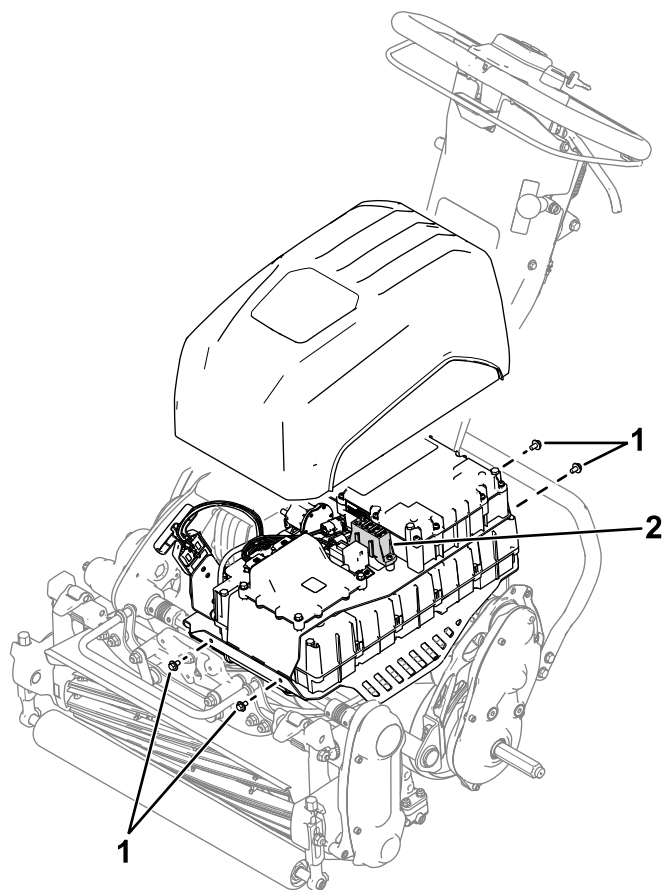

图 23
2. 拧掉固定电池组盖的 4 个螺丝图 23 然后取下盖子。